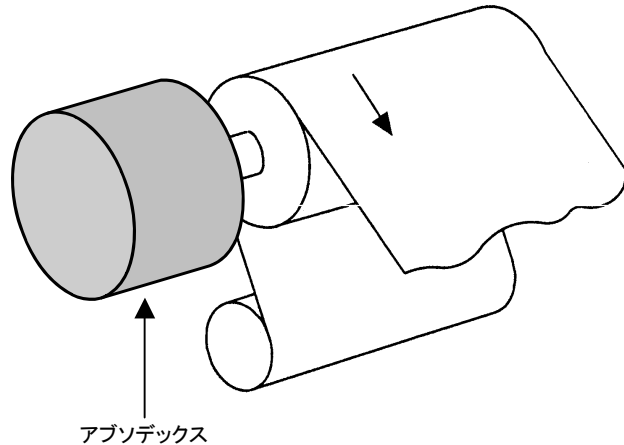

図 8.8 ロールフィーダ
- 図 8.8 のような装置構成の場合、装置とアクチュエータとの芯ずれがありますとアラームが発生したり、アクチュエータが破損したりします。